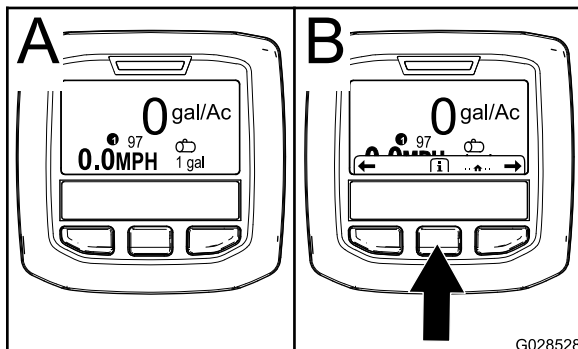

Bild 59
2. Nach ca. 15 Sekunden wird der Homebildschirm angezeigt. Drücken Sie die mittlere Auswahltaste, um den Informationskontext anzuzeigen (Bild 59).